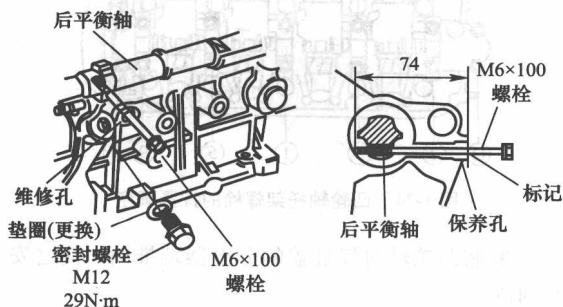

图 1-20 用 $M6 \times 100$ 的螺栓固定后平衡轴
17) 使用专用工具(或 $M6 \times 100$ 的螺栓)来校正后平衡轴带轮,如图 1-20 所示,将螺栓从维修孔中插入,以固定后平衡轴。
20) 从后平衡轴上取下专用工具,然后安装 12mm 的密封螺栓,参见图 1-20。